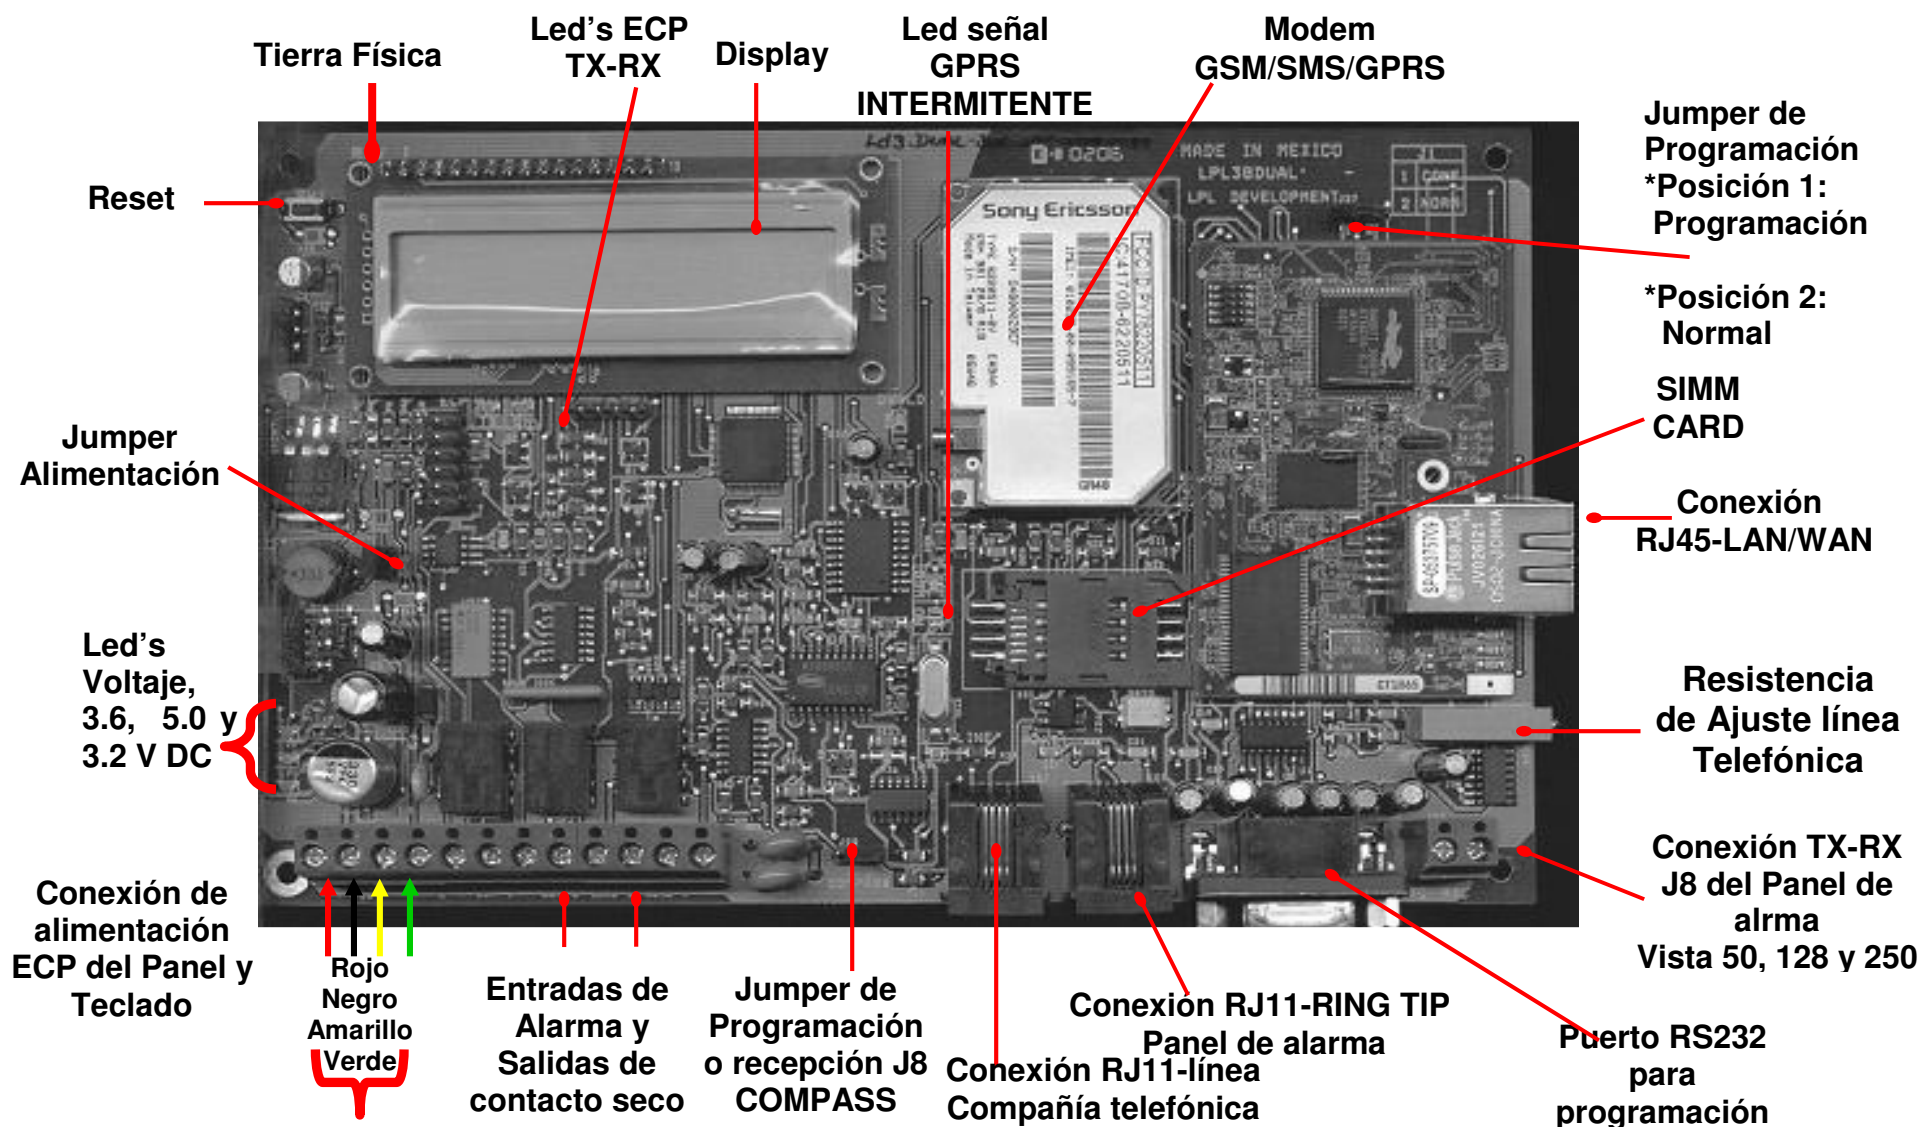

Fig. 1 Descripción General de la interfaz LDDUAL.
**NOTA:** En caso de que la leyenda “**MODE:**” se cicle y/o aparezca consecutivamente, verifique la posición del Jumper COMPASS ubicado a un costado del Conector TX-RX J2/J8. **Ver Fig. 1 Pagina 10**